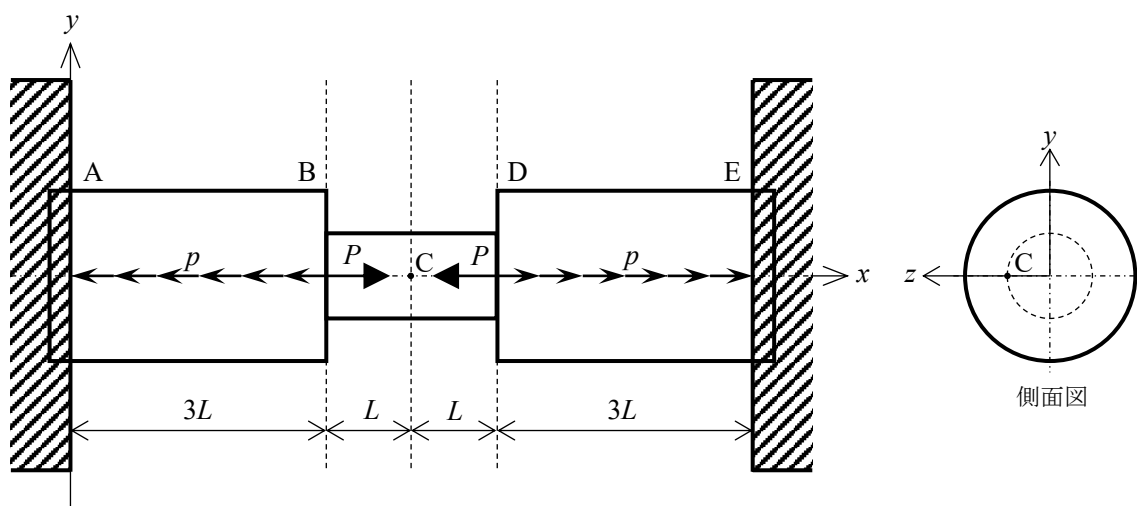

Fig. 2 両端が壁に固定された段付き丸棒.
- [2] 点 A, 点 E において壁に固定された段付き丸棒があり, 図 2 のように分布荷重  $p$  と集中荷重  $P$  が対称に作用している. 丸棒の AB 間, DE 間のヤング率を  $E_1$ , BD 間のヤング率を  $E_2$  とする. 断面積は AB 間, DE 間で  $2S$ , BD 間で  $S$  として, 以下の問いに答えよ.